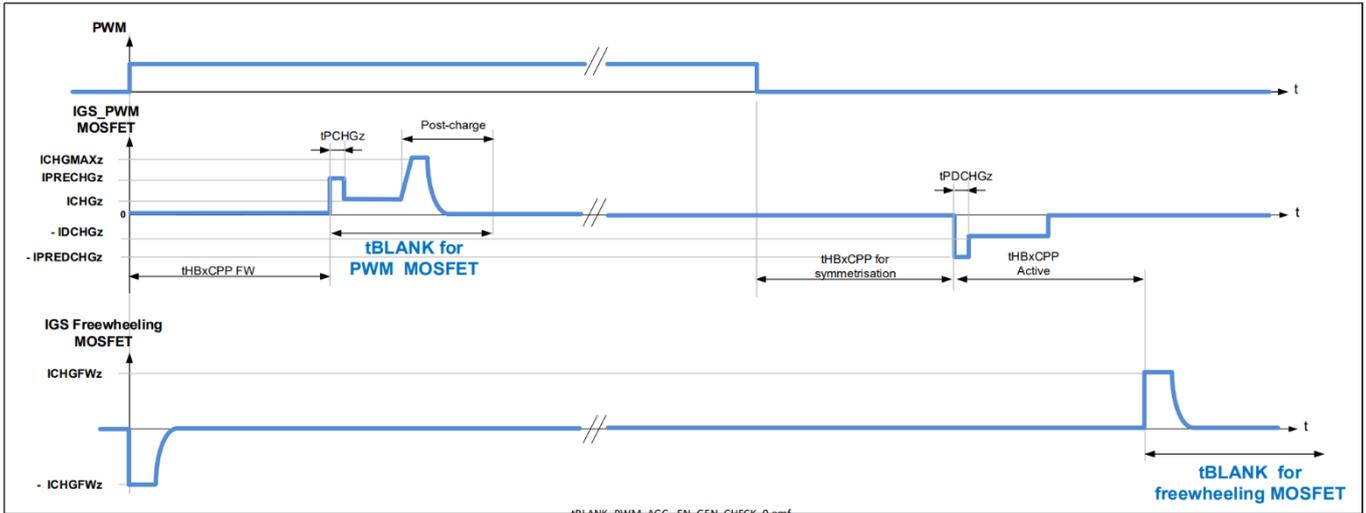

图 33 PWM模式中半桥的空白时间, 禁用发电机模式检测 (EN\_GEN\_CHECK = 0)
- PWM MOSFET的消隐时间从 FW MOSFET的交叉电流保护时间 (tHBxCCP FW) 结束时开始。参见图 33。
- PWM MOSFET关闭 (tHBxCCP Active) 时, 交叉电流保护时间结束后, FW MOSFET的消隐时间开始。参见图33。